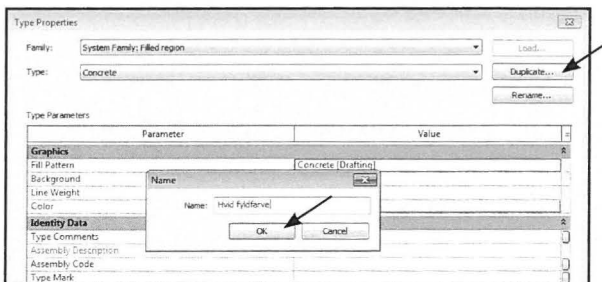

Fig. 15.76. *Duplicate* og giv den et nyt navn, fx. hvid fyldfarve.
- Tryk *Duplicate* og navngiv eksempelvis Hvid fyldfarve. Tryk derefter OK (Fig. 15.76).